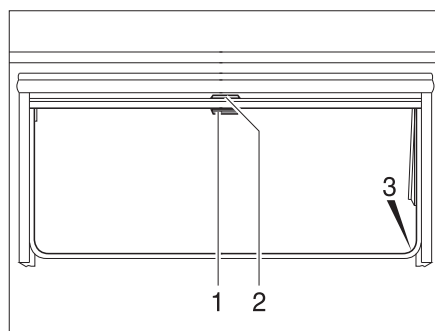

Fig. 41 Ventana abatible
- Tirar del asidero (Fig. 41,2) de la persiana oscurecedora enrollable hacia abajo. Cuando la persiana oscurecedora enrollable se cierre por completo, encajarla en el bloqueo (Fig. 41,3) a ambos lados del marco de la ventana.
- Cuando la persiana oscurecedora enrollable está completamente cerrada: Presionar el tirador (Fig. 41,2) hacia abajo y tirarlo ligeramente hacia dentro. Desenganchar la persiana oscurecedora enrollable de los bloqueos a izquierda y derecha del marco de la ventana.
- Cuando la persiana oscurecedora enrollable se encuentre en una posición intermedia: Tirar ligeramente del asidero (Fig. 41,2) hacia abajo, hasta que se hay soltado el bloqueo.
- Tirar hacia abajo de la mosquitera enrollable (Fig. 41,1) y engancharla en el bloqueo (Fig. 41,3) a ambos lados del marco de la ventana.
- Presionar el tirador (Fig. 41,1) hacia abajo y tirarlo ligeramente hacia dentro. Desenganchar la mosquitera enrollable de los bloqueos a izquierda y derecha del marco de la ventana.